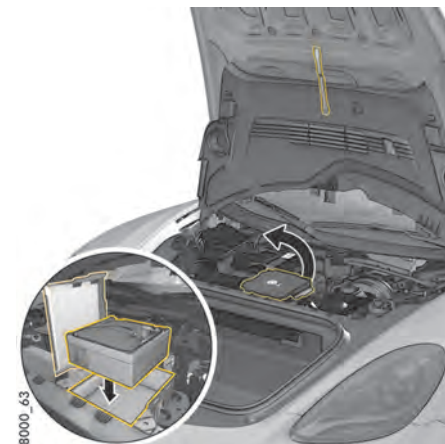

Fig 84 : Ouverture du coffre de rangement du compresseur pour pneumatiques
4. Ouvrez le couvercle du coffre de rangement du compresseur pour pneumatiques (Fig. 84).